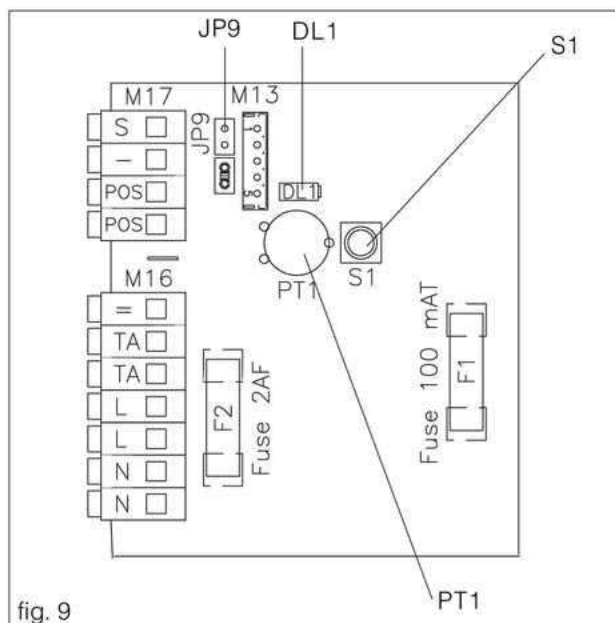

fig. 9
- Inserire un ponticello nella posizione JP9 della centralina elettronica per l'azzeramento delle temporizzazioni (fig. 9)
- Con bruciatore acceso premere il tasto S1: l'indicatore luminoso DL1 lampeggia per indicare che si sta effettuando la taratura (fig. 9)